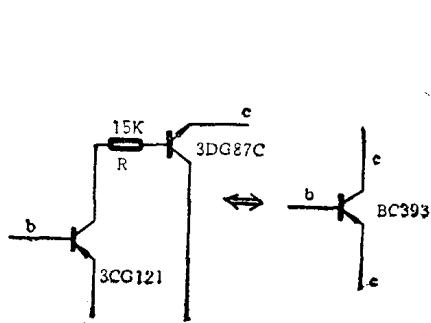

图 1-7
3. T953管的代换。T953是一种PNP型硅管，其主要电参数如下： $V_{ceo}=180V$ 、 $I_{CM}=100mA$ 、 $P_{CM}=400mW$ 。因手头上一时无耐压大于180V的PNP管，用一只 $V_{ceo}$ 较低的PNP硅管3CG121和一只 $V_{ceo}$ 较高的NPN硅管3DA87C复合后来代换T953，具体连接方法见图1-7所示。图中R的作用是减小3CG121的e、c极间电压。用上述的复合管代替T953后，开机，